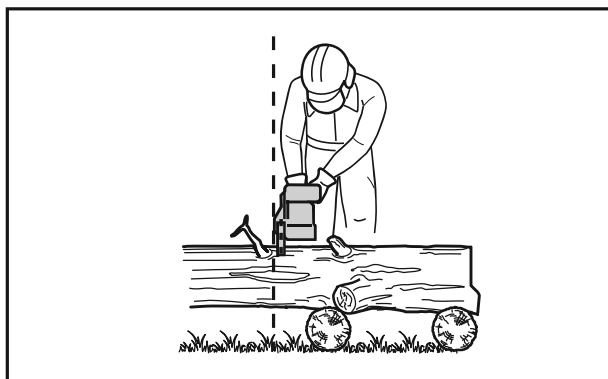

Fig. 17
2. Segure sempre bem o produto com ambas as mãos; na pega dianteira (3) com a mão esquerda e na pega traseira (1) com a direita. Agarre sempre ambas as pegas firmemente durante a utilização. Nunca utilize o produto com apenas uma mão.
3. Utilize o produto apenas com uma posição segura. Segure o produto no lado direito do corpo (Fig. 17).